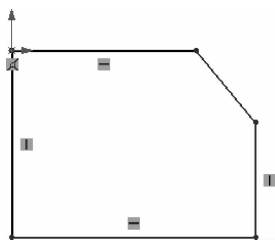

图 1-35 基体零件模型草图
- (1) 单击【新建】按钮,在打开的【新建 SOLIDWORKS 文件】对话框中双击【零件】图标。
- (2) 在【特征管理器设计树】选项卡中选择【前视基准面】,单击【草图】按钮,进入草图绘制模式。
- (3) 大致绘制草图。
- ①单击【直线】按钮,绘制基本图形,如图 1-35 所示。